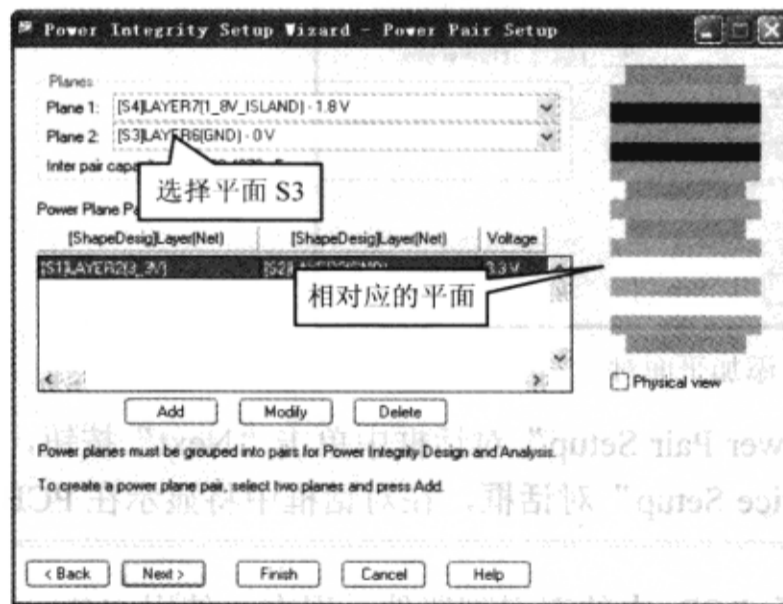

图 10-7-35 为平面对选择平面
(5) 在“Planes”区域的“Plane 2”栏中选择“[S3]Layer6(GND)-0V”电压平面，如图 10-7-35 所示。